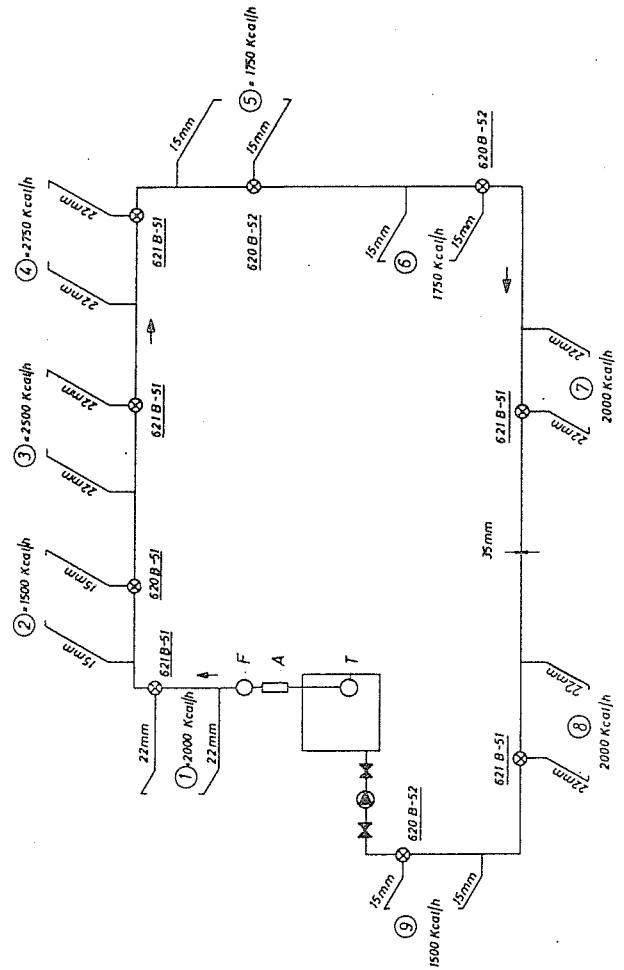

Fig. 5. Einrohrsystem mit TACO-VENTURI Saugfittings
10. Berechnungsbeispiel (Siehe Fig. 5 Einzelkreis).
B. Rohrschema (Fig. 5)